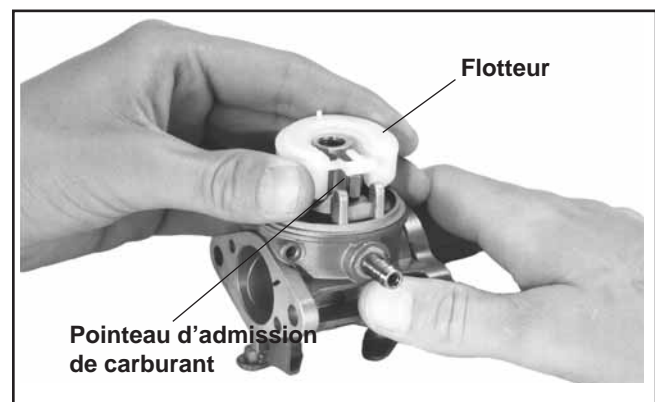

Figure 5-14. Installation du flotteur et du pointeau d'admission de carburant.
3. Attacher la pointe d'admission de carburant au flotteur. Abaisser le flotteur/pointeau dans le corps du carburateur. Voir la figure 5-14.